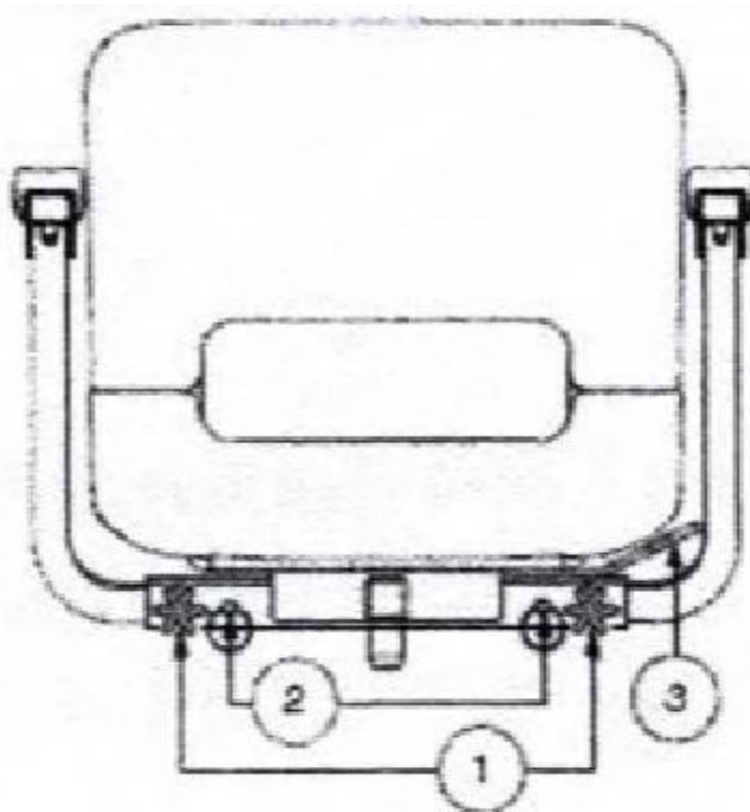

Bild 4
Um den Stuhl zu drehen, heben Sie den Griff der Drehstange an, der sich unter dem Stuhl auf der rechten Seite befindet. Drehen Sie den Stuhl in die gewünschte Position und lassen Sie den Griff der Drehstange los. Der Sitz befindet sich dann in einer festen Position (Bild 4).
**Schritt 1.** Lösen Sie den Einstellknopf des Handgriffs (Bild 4)